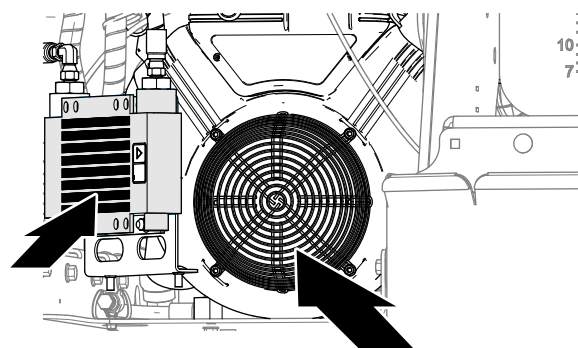

Figura 104
2. Utilice un cepillo o un trapo seco para eliminar los residuos del protector de residuos del motor y del enfriador de fluido hidráulico (Figura 104).